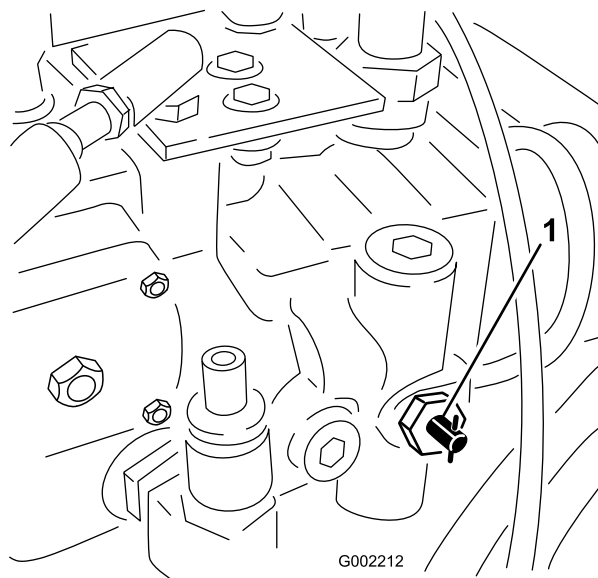

图 53
1. 将拖车阀图 53 向任意方向旋转 90° 打开拖车阀。